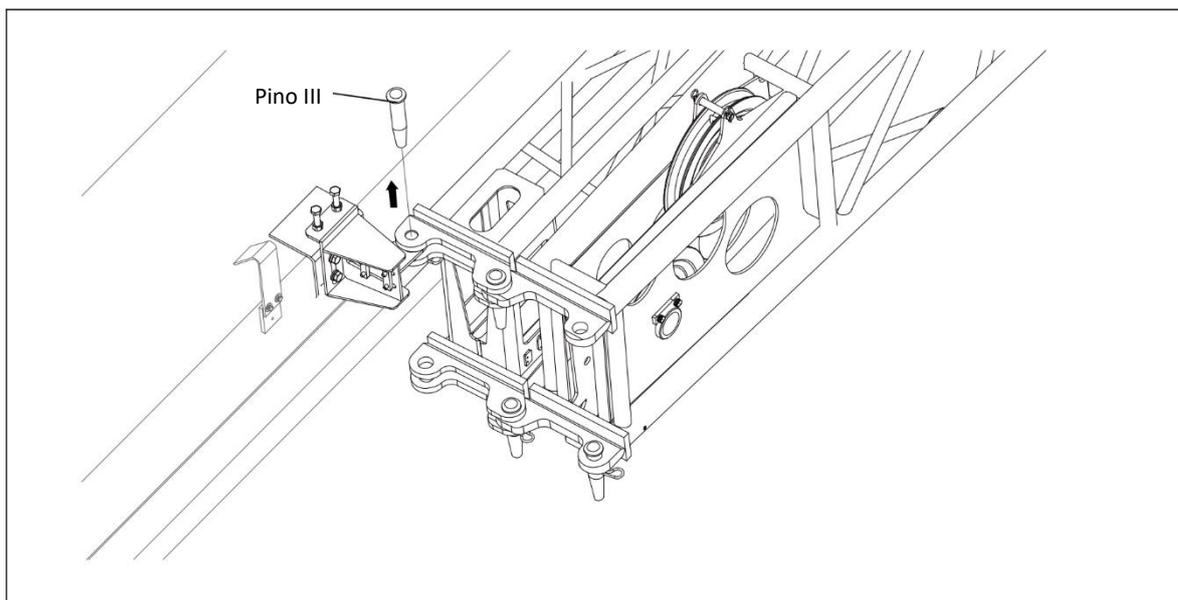

Figura 5-5 Remoção do pino III
- h) Remova o pino III. Consulte a figura 5-5.